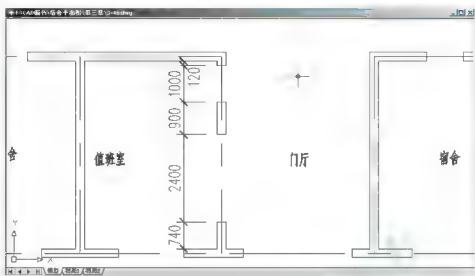

图 3.59 调整 “120” 文字的位置
(2) 单击文字“120”上的夹点, 该夹点由蓝色(冷夹点)变成红色(热夹点), 这时文字“120”附着到了光标上。
(3) 在拉伸、指定拉伸点或 [基点 (B)/ 复制 (C)/ 放弃 (U)/ 退出 (X)] 提示下, 移动光标将文字 “120” 放到如图 3.59 所示的位置。